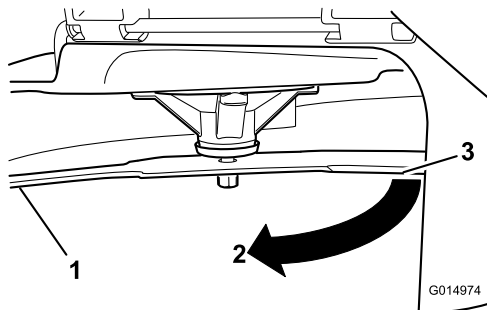

Figura 72
3. A doua distanță măsurată dintre lamă și suprafață (B)
4. Rotii aceeași lamă la 180 de grade, astfel încât marginea de tăiere opusă să se afle acum în aceeași poziție (Figura 72).